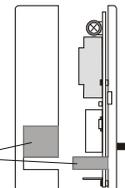

Fig. 5.i
Asportare dalla base le parti predisposte per il passaggio dei fili di collegamento indicate in fig. 5.i.
- Fissare la base alla parete (o scatola incasso), con 2 viti utilizzando le coppie di fori (A-A, B-B, C-C) predisposte (fig. 5.i).
Il comando rimarrà attivato per 5 minuti al termine dei quali una segnalazione acustica continua di **5 secondi** avvertirà l'operatore della imminente disattivazione (fig.5). Se si desidera mantenere ancora attivo il comando, premere di nuovo, entro il segnale acustico, il **tasto 1** (o **2**); in caso contrario, al termine del segnale acustico il comando viene disattivato.